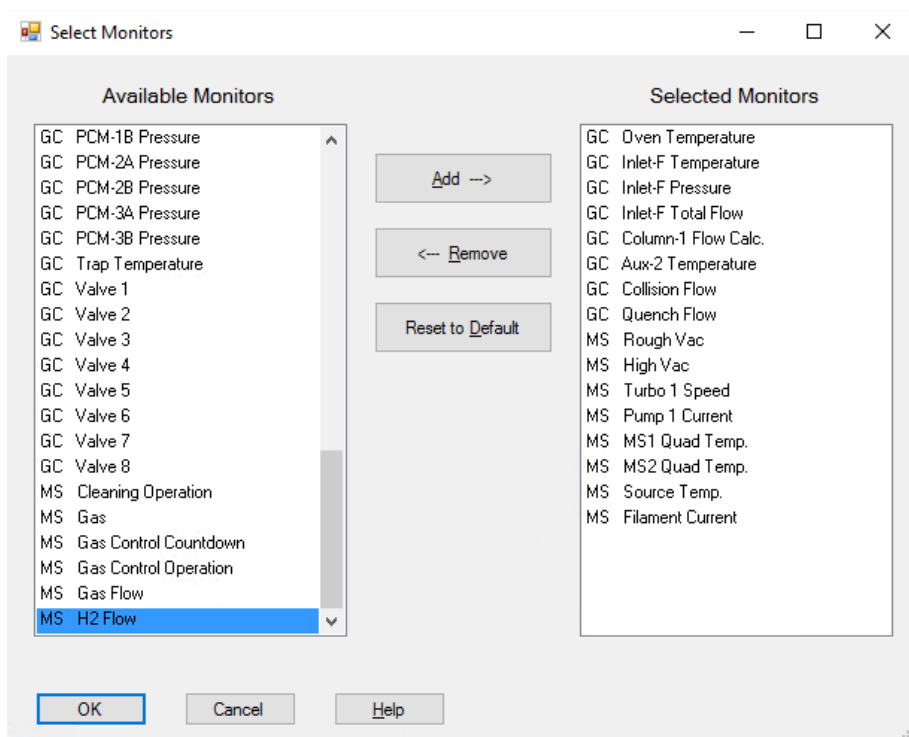

Figure 30. Boîte de dialogue Select Monitors (Sélectionner les moniteurs)
- 1 Sélectionner **Method > Edit Monitors** (Méthode > Modifier moniteurs) pour afficher la boîte de dialogue **Select Monitors** (Sélectionner moniteurs). (Voir Figure 30.)